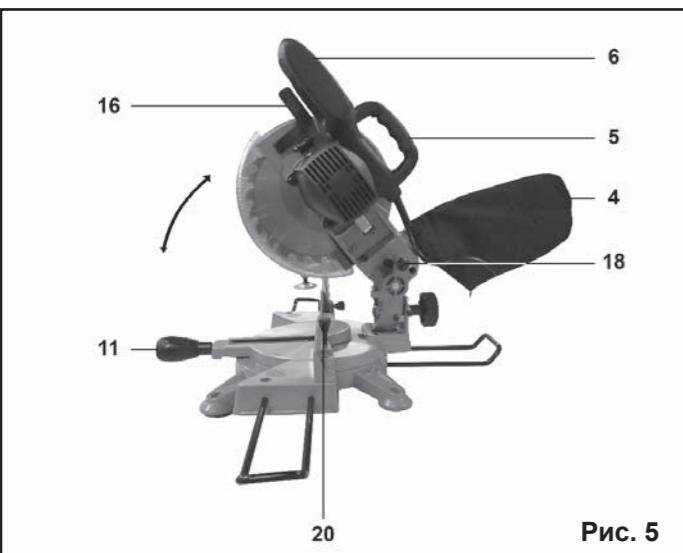

Рис. 5
Нажмите на рукоятку пилы (6) и выдвиньте блокирующий штифт (18), находящийся с задней стороны пилы. После этого придерживайте рукоятку пилы (6); пила под действием пружины переместится в верхнее положение (см. Рис.5).